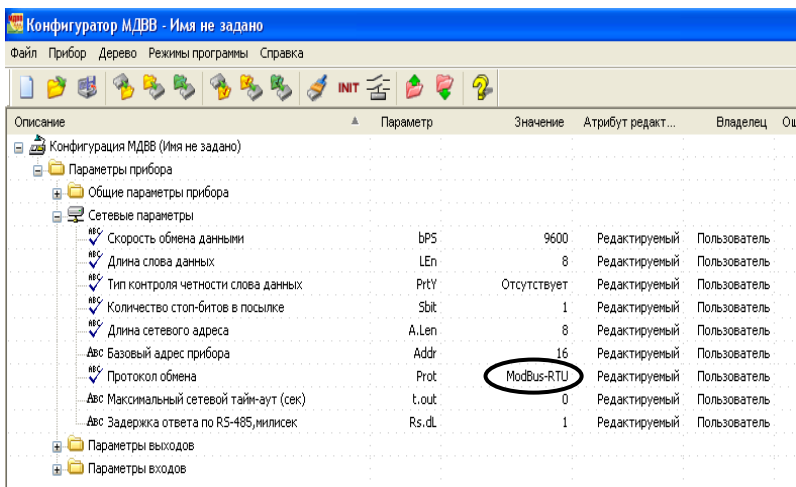

Рисунок 3.9 – Головне вікно програми-конфігуратора МДВВ
*Примітка.* Якщо робота виконується на ПК, до якого стенд не підключений, то необхідно вибрати команду *Работать OFFLINE*. Номер та параметри *COM*-порту ПК з підключеним стендом призначити виходячи з параметрів меню ПК *Панель управления*. На рис.3.9 показаний зовнішній вигляд головного вікна програми з розгорнутим слотом мережних налаштувань.
Для зв'язку модуля *МДВВ* з ПК у складі РСУ необхідно вибрати потрібний інтерфейс та протокол обміну. Оскільки передбачається доступ до даних модуля з боку *SCADA*-системи *TraceMode* із застосуванням *OPC*-сервера для приладів *ОБЕН* з інтерфейсом *RS-485* та протоколом *ModBus-RTU* необхідно змінити налаштування модулю на цей протокол, решту параметрів залишити без змін (рис. 3.9).